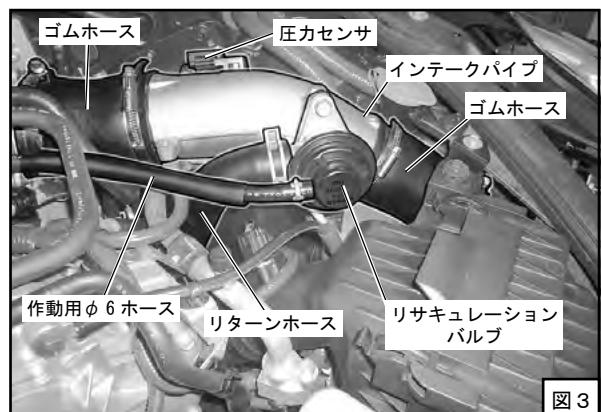

図 3
- (5) リサキュレーションバルブから作動用φ 6 ホースとリターンホースを取り外してください。 (図 3)
- (6) 圧力センサからコネクタを外してください。 (図 3)
- (7) 圧力センサハーネスのクリップを取り外してください。 (図 3)
- (8) ホースバンドをゆるめ、インテークパイプ (リサキュレーションバルブと一緒に)、ゴムホースを取り外してください。 (図 3)
- (9) ボルトを外し、インテークパイプから圧力センサを取り外してください。 (図 3)